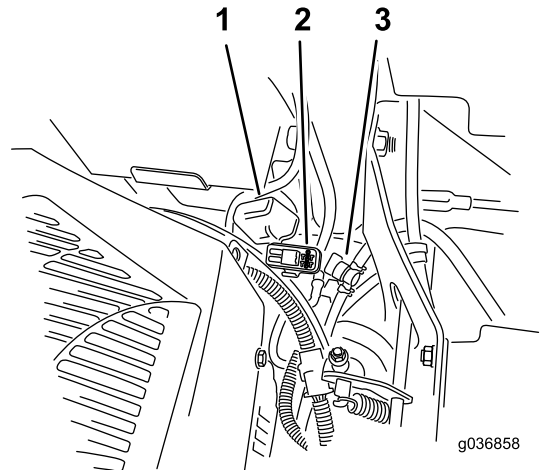

Figura 73
Nota: En máquinas MyRide, asegúrese de que el cable de tierra no roza contra el brazo arrastrado ni contra el soporte inferior del amortiguador (Figura 73).
Los fusibles están situados en la consola de la derecha, junto al asiento (Figura 73).
2. Instale un fusible nuevo (Figura 73).